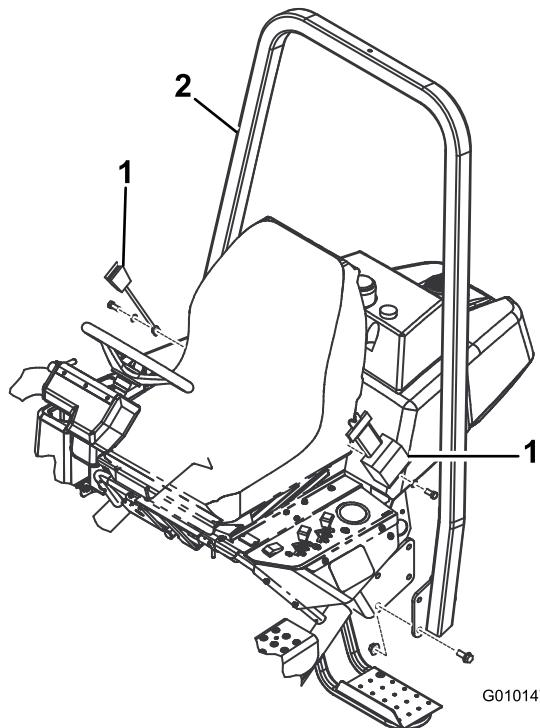

Bild 6
2. Senken Sie den Überrollschatzrahmen (Bild 6) auf die Befestigungshalterungen ab. Fluchten Sie die Befestigungslöcher aus.